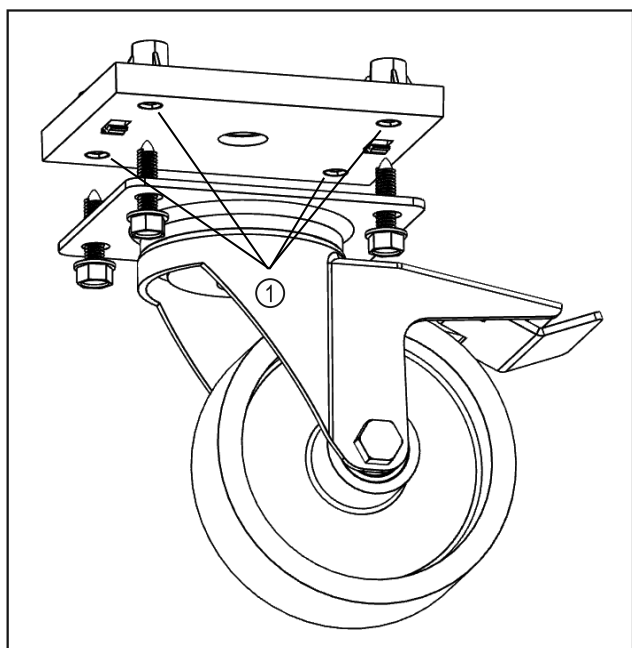

Fig. 9
- Les roues en option peuvent être montées aux emplacements indiqués. Fig. 9 (1)